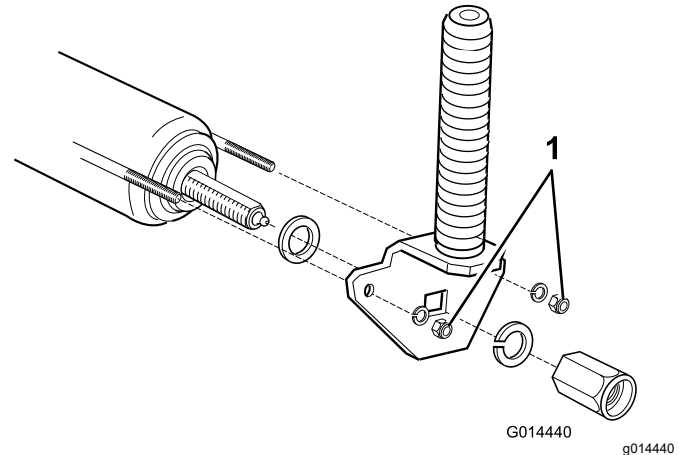

Figure 80
2. Serrez les écrous de 4 tours complets pour tendre correctement le fil (Figure 80).